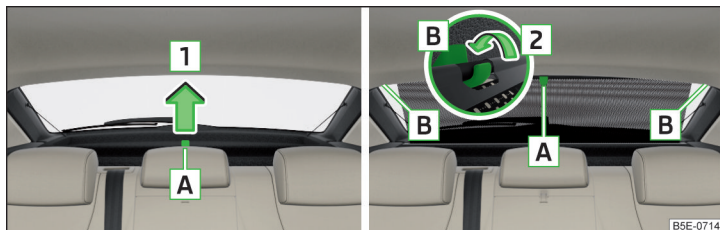

Fig. 74 Cortinilla antisolar enrollable
- Para **tapar**, sacar la cortinilla en el mango **A** en el sentido de la flecha **1** y colgarla en el soporte magnético **B** en el sentido de la flecha **2** » fig. 74.